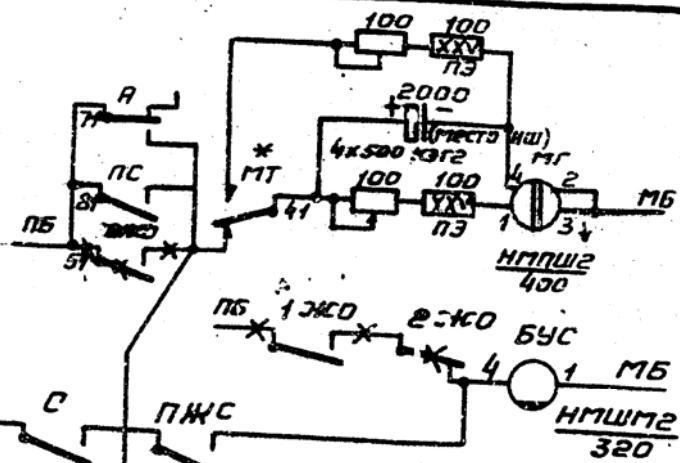

РИС. 10
- схемы включения реле "БУС" (включение светового указателя) и "МГ" перемонтировать по схеме рис.10;